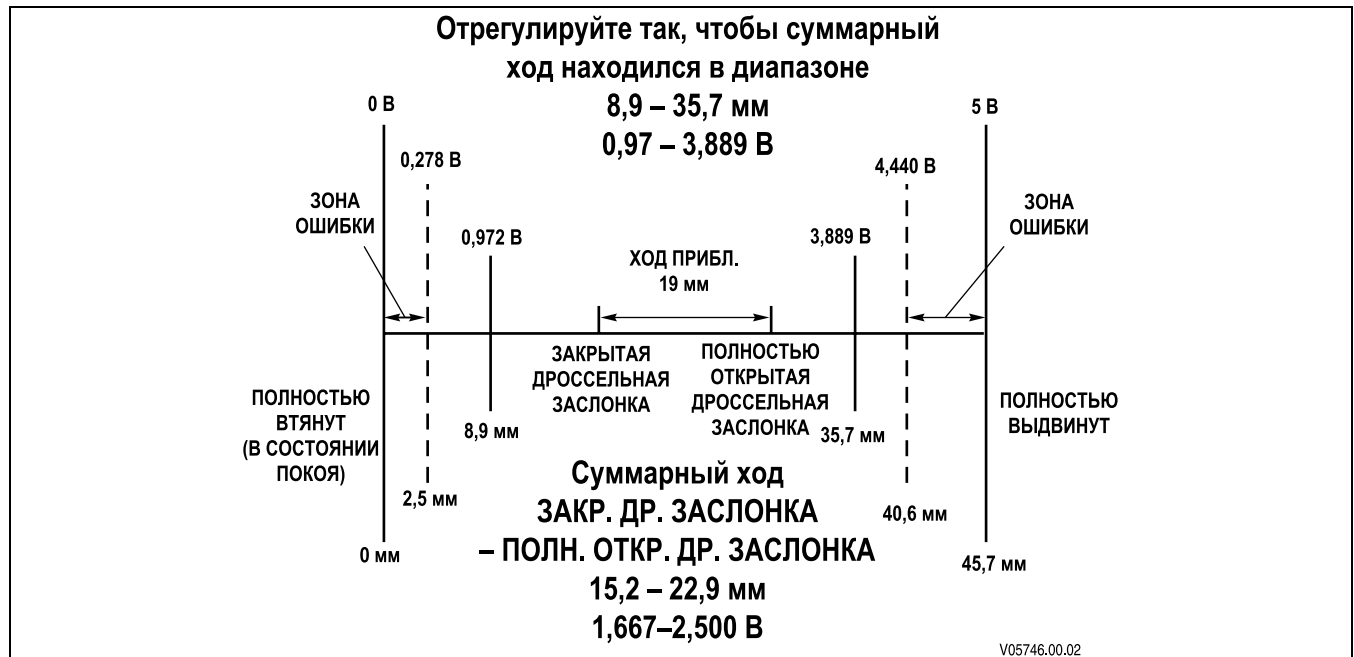

Рис. F-2. Схема определения положения дроссельной заслонки
2. Каждому положению соответствует определенный сигнал напряжения. В TCM это напряжение преобразуется в процент открытия дроссельной заслонки. Один миллиметр хода датчика соответствует приблизительно 0,110 В. На рис. F-2 изображена зависимость напряжения от положения дроссельной заслонки.
Если установка выполнена производителем (рис. F-3), настройка TPS не требуется. Перед выполнением регулировки датчика положения дроссельной заслонки убедитесь, что он установлен в соответствии с техническими характеристиками, указанными производителем. Положение холостого хода — приблизительно 8,9 мм или 0,97 В или более, положение полностью открытой дроссельной заслонки — приблизительно 35,7 мм или 3,889 В или менее. TPS является самокалибрующимся и поэтому не имеет оптимальных значений закрытого или открытого положения дроссельной заслонки. Если длина хода составляет 8,5–35,7 мм, это означает, что TPS настроен правильно. **Необходимо** поддерживать общую длину хода в пределах 15,2–22,9 мм. Проконтролируйте перемещение TPS во время его полного хода, обеспечиваемого средствами управления. Убедитесь в отсутствии отклонений от оси и помех для полного плавного хода датчика. Убедитесь, что положения холостого хода и полностью открытой дроссельной заслонки не находятся в зоне ошибки (рис. F-2). Зоной ошибки считается положение датчика при закрытой дроссельной заслонке, составляющее менее 2,5 мм, а также более 40,6 мм при полностью открытой дроссельной заслонке. Когда датчик перемещается в зону ошибки, в памяти TCM сохраняется DTC. При регистрации кода TPS TCM устанавливает используемые по умолчанию значения параметров настройки дроссельной заслонки, которые могут отрицательно сказаться на качестве переключения передач.